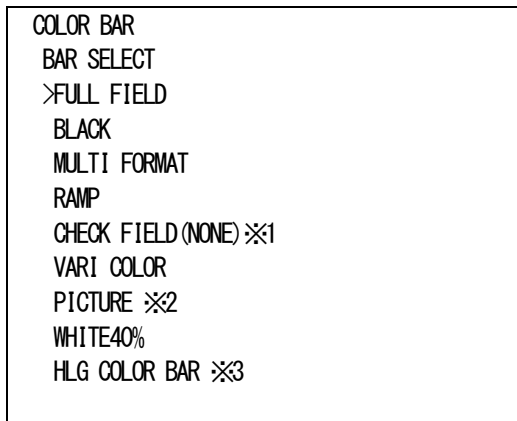

図4-5 オンスクリーンメニュー(BAR SELECT例)
- 1)COLOR BARメニューで「BAR SELECT[BAR]」を選択し、**ENTER**ボタンを押すと図4-5のような設定メニューが表示されます。